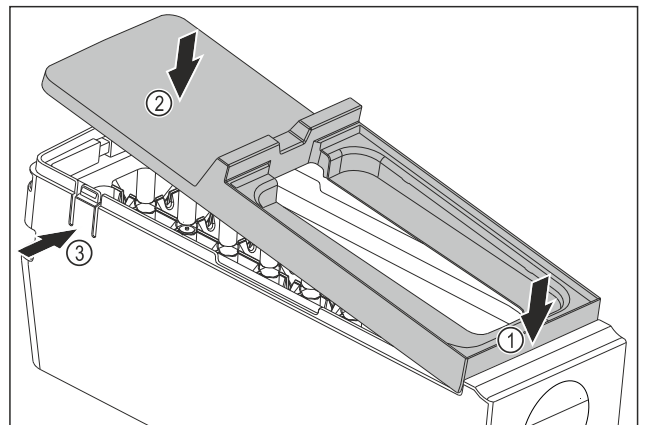

Fig. 114
- ▶ Montar la cubierta del EasyTwist-Ice: Colocar la cubierta por delante. Fig. 114 (1)
- ▶ Bajar la cubierta por detrás. Fig. 114 (2)
- ▷ La cubierta encaja en ambas lengüetas Fig. 114 (3) de forma audible.